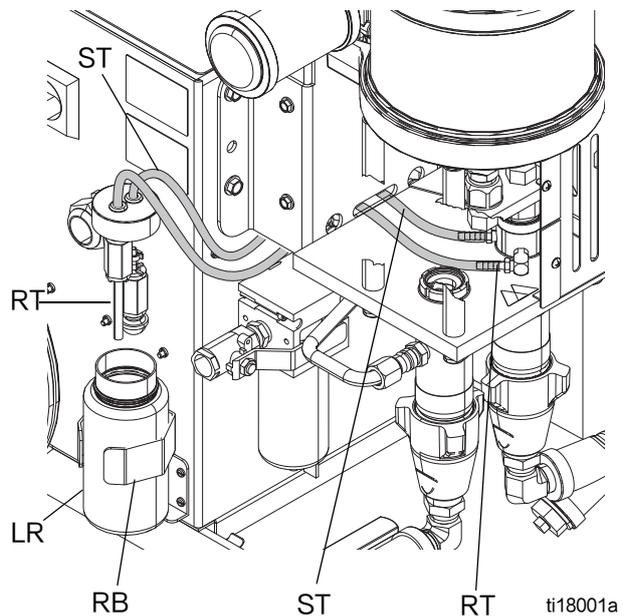

图 15: 泵润滑系统
2. 将润滑油储液器 (LR) 从托架 (RB) 中升起，并从帽上卸下该容器。将帽握在适当容器的上方，卸下止回阀，排出润滑油。将止回阀重新装到入口软管上 (ST)。参见图 15 所示。